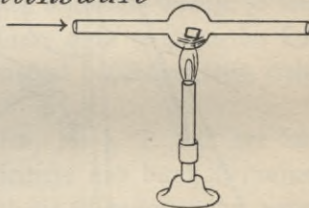

Fig. 50. Kohlensäure wird durch Kalium reduziert.
**Versuch 7** (Fig. 50): Bringe in ein Kugelrohr ein Stückchen reines Kalium, leite einen langsamen Strom von Kohlensäure durch das Rohr und erhize die Kugel mit dem Kalium1). Nach dem Erkalten löse den weißen Beschlag in Wasser auf und prüfe die Lösung mit rotem Lackmus. Was bleibt in der Kugel zurück?